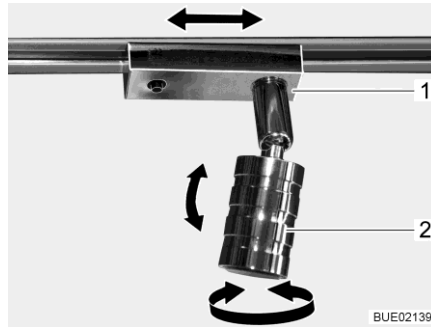

Bild 83 Spotleuchte
- Drehen:** ■ Gehäuse (Bild 83,2) fassen und drehen.
- Verschieben:** ■ Sockel (Bild 83,1) fassen und um ca. 45° drehen.
- Abnehmen:** ■ Sockel (Bild 83,1) fassen und um 90° drehen.